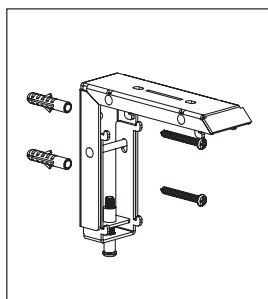

Figure 4
2. **Montage sur des structures porteuses en béton :** Tracez les points de perçage avec les équerres sur votre mur et percez les trous correspondant aux chevilles fournies. Les chevilles doivent être insérées bien serrées dans les trous. Si les chevilles entrent dans les trous sans être serrées, cela signifie que les trous sont trop grands et qu'il faut utiliser des chevilles et des vis plus grandes ou percer de nouveaux trous. Insérez complètement les chevilles dans les trous et vissez les équerres avec les vis fournies, comme indiqué dans les figures 4 et 5.